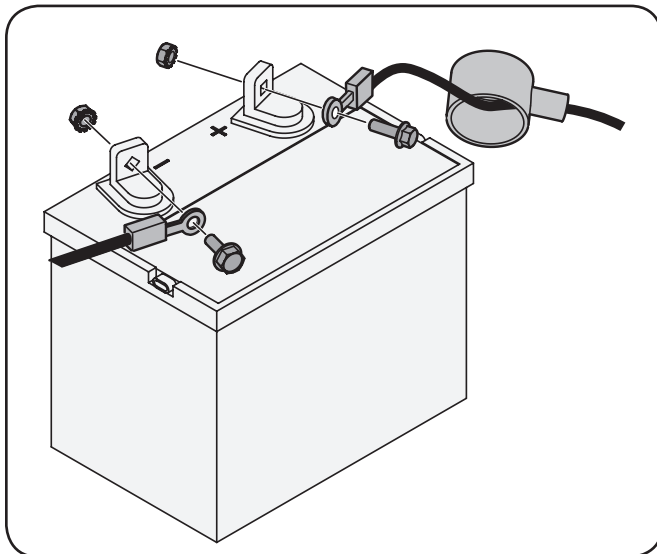

Figure 3-3
1. Retirez le protecteur en plastique, si équipé, de la borne positive de la batterie et fixez le câble rouge à la borne positive (+) avec un boulon et un écrou. Voir Figure 3-3.
2. Retirez le protecteur en plastique, si équipé, de la borne négative de la batterie et fixez le câble noir à la borne négative (-) avec un boulon et un écrou. Voir Figure 3-3.